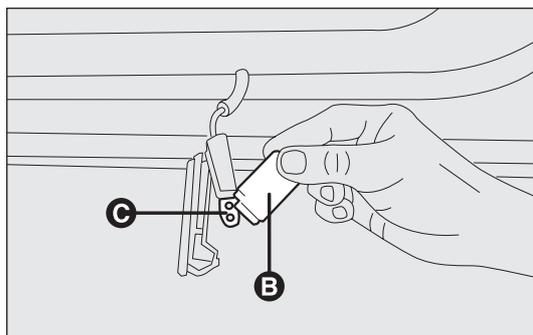

fig. 182
- premere lateralmente sullo schermo della lampada B-fig. 182 in corrispondenza dei due perni di fissaggio e ruotarlo;